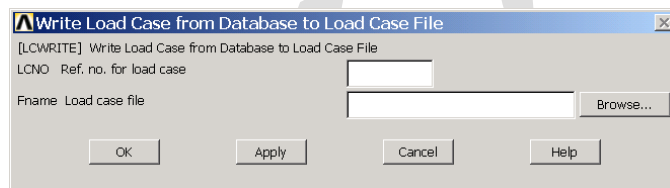

图6.51 写入荷载工况文件
(1) 单击 Main Menu>General Postproc>Load Case>Write Load Case 菜单，接着弹出如图 6.51 所示的【Write Load Case from Database to Load Case File】对话框。